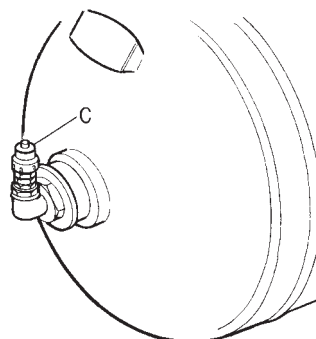

fig. 11
■ Sull'elettrocompressore è montata una valvola di sicurezza tarata ad una pressione superiore alla pressione massima di funzionamento determinata dal pressostato. Questa interviene in caso di malfunzionamento del pressostato aprendo una via di sfogo per l'aria in eccedenza (*fig. 11*).
Se rilasciando l'anello la valvola si richiude senza lasciar fuoriuscire aria tale componente è pienamente efficiente (fig. 11).